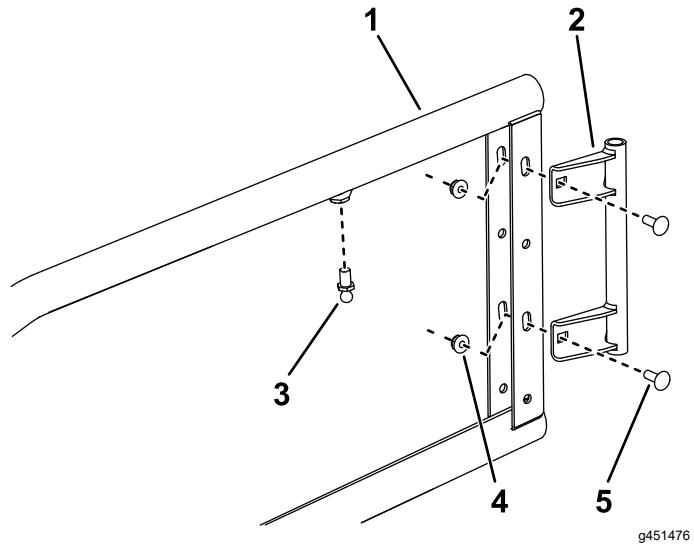

Figure 3
- Fixez légèrement un pivot de porte dans les fentes du cadre de porte à l'aide de 2 boulon de carrosserie et contre-écrous, comme montré à la Figure 3.
- Insérez un goujon dans le cadre de porte, comme montré à la Figure 3 ; serrez-le à un couple de 10 à 12 N·m.